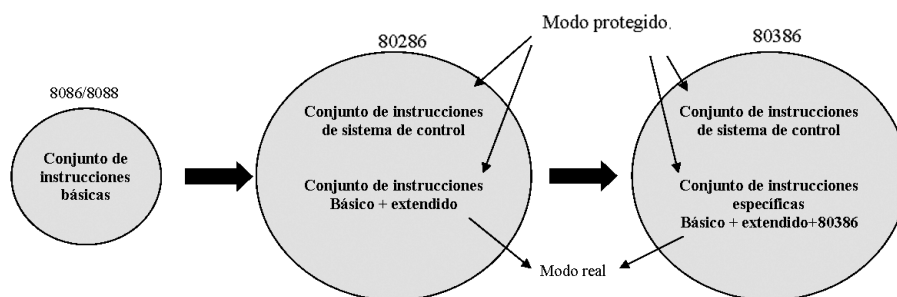

Figura 2.11: Instrucciones
- Núcleo básico de Instrucciones (Figura 2.11) = conjunto de instrucciones del 8086/8088